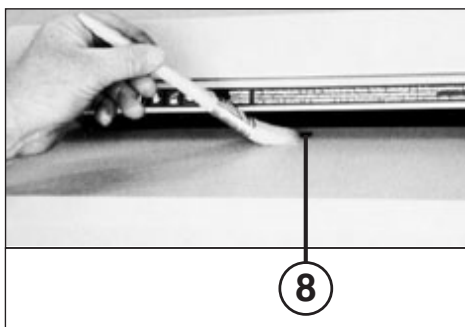

Fig. 5
## LIMPIEZA DE LAS CÉLULAS FOTOELÉCTRICAS (8) (Fig. 5):